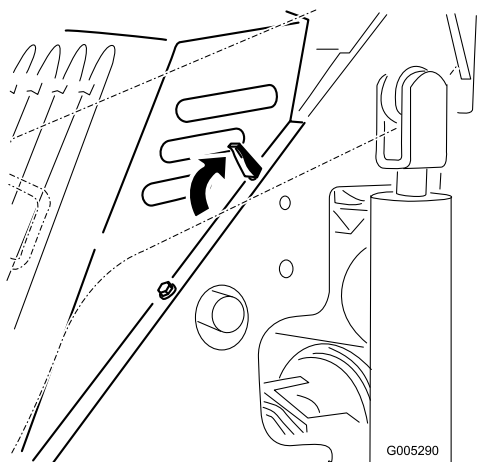

Рисунок 18
4. Освободите 4 фиксирующих лепестка (Рисунок 18).
1. Расположите капот над рамой машины так, чтобы штыри капота вошли в отверстия рамы (Рисунок 18).
2. Закрепите капот, задвинув фиксирующие лепестки вперед и вниз (Рисунок 18)